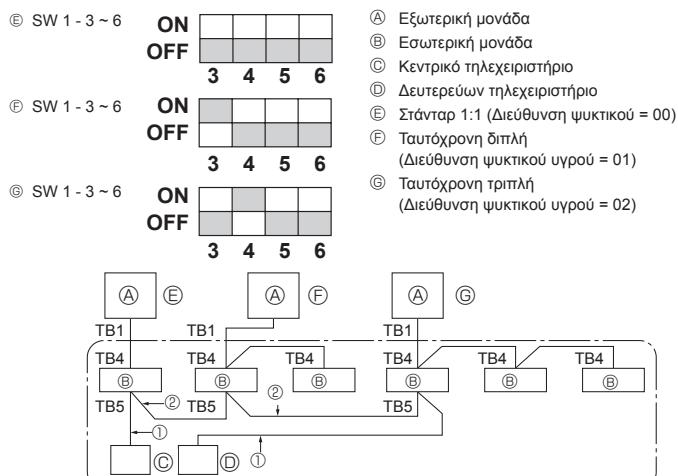

Fig. 9-1
① Αφροδιστήστε με ρεύμα, βεβαιώθετε ότι στο πλέχειριστρίο δεν εμφανίζεται η ένδειξη “CENTRALLY CONTROLLED”. Αν εμφανίζεται η ένδειξη “CENTRALLY CONTROLLED”, τότε η εκκένωση (άντληση) του ψυκτικού δεν μπορεί να γίνει με το συνθημένο τρόπο.
② Αφού κλείστε την αναστατωτική βαλβίδα της γραμμής υγρού, γυρίστε το διακόπτη SWP στον πίνακα ελέγχου της εξωτερικής μονάδας στη θέση ON. Ο συμπιεστής (εξωτερική μονάδα) και οι ανεμιστήρες (εσωτερική και εξωτερική μονάδα) αρχίζουν να λειτουργούν και η εκκένωση του ψυκτικού αρχίζει. Οι λυχνίες LED1 και LED2 στον πίνακα ελέγχου της εξωτερικής μονάδας είναι αναμμένες.
9. Έλεγχος συστήματος (Fig. 9-1)